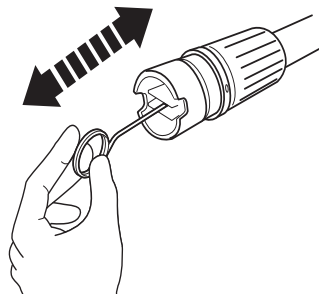

Рис. 20, патрубок высокого давления
- > Удалите грязь из отверстия сопла (1а) с помощью иглы для чистки (Рис. 20).